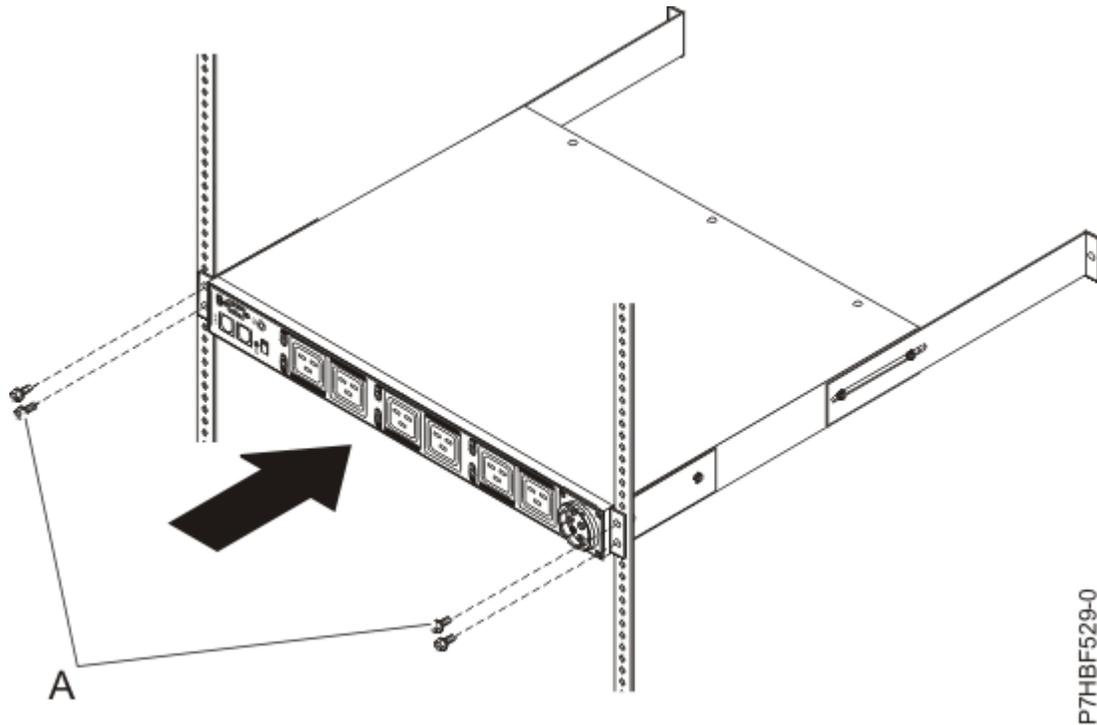

Abbildung 44. Vorderseite der PDU+ oder der Intelligent Switched PDU im Rack befestigen
13. Führen Sie die folgenden Schritte aus, um die langen Halterungen und die Abdeckblende für nicht belegte Position (A) am Rackschrank zu befestigen:
- a. Richten Sie die langen Halterungen (A) so aus, dass sie der Tiefe des Rackschranks entsprechen.
- c. Entfernen Sie die zwei M6-Schrauben (A), wenn Käfigmuttern verwendet werden, oder M5-Schrauben, mit denen die PDU, PDU+ oder Intelligent Switched PDU an den Rackflanschen befestigt ist.
- h. Richten Sie das Ende des PDU-, PDU+- oder Intelligent Switched PDU-Modells mit den kurzen Halterungen an der Außenseite der Rackflansche aus. Stellen Sie sicher, dass die Schienen ordnungsgemäß an den vorderen Rackflanschen ausgerichtet sind. Ist dies nicht der Fall, markieren Sie die Länge der Montageschienen und passen Sie sie erneut an, indem Sie die PDU, PDU+ oder Intelligent Switched PDU ausbauen und die Schritte „13.b“ auf Seite 63 bis „13.g“ auf Seite 63 wiederholen. Verwenden Sie pro Halterung zwei M6-Schrauben (A), wenn Käfigmuttern verwendet werden, oder M5-Schrauben, wenn Klemmmuttern verwendet werden, um die Halterungen an den Käfigmuttern oder den Klemmmuttern an den hinteren Rackflanschen anzubringen.
- j. Richten Sie die Abdeckblende für die nicht belegte Position (**A**) an der Außenseite der Rackflansche aus (siehe Abbildung 44 auf Seite 63).
- d. Richten Sie die Abdeckblende für nicht belegte Position (A) an der Außenseite der Rackflansche aus.